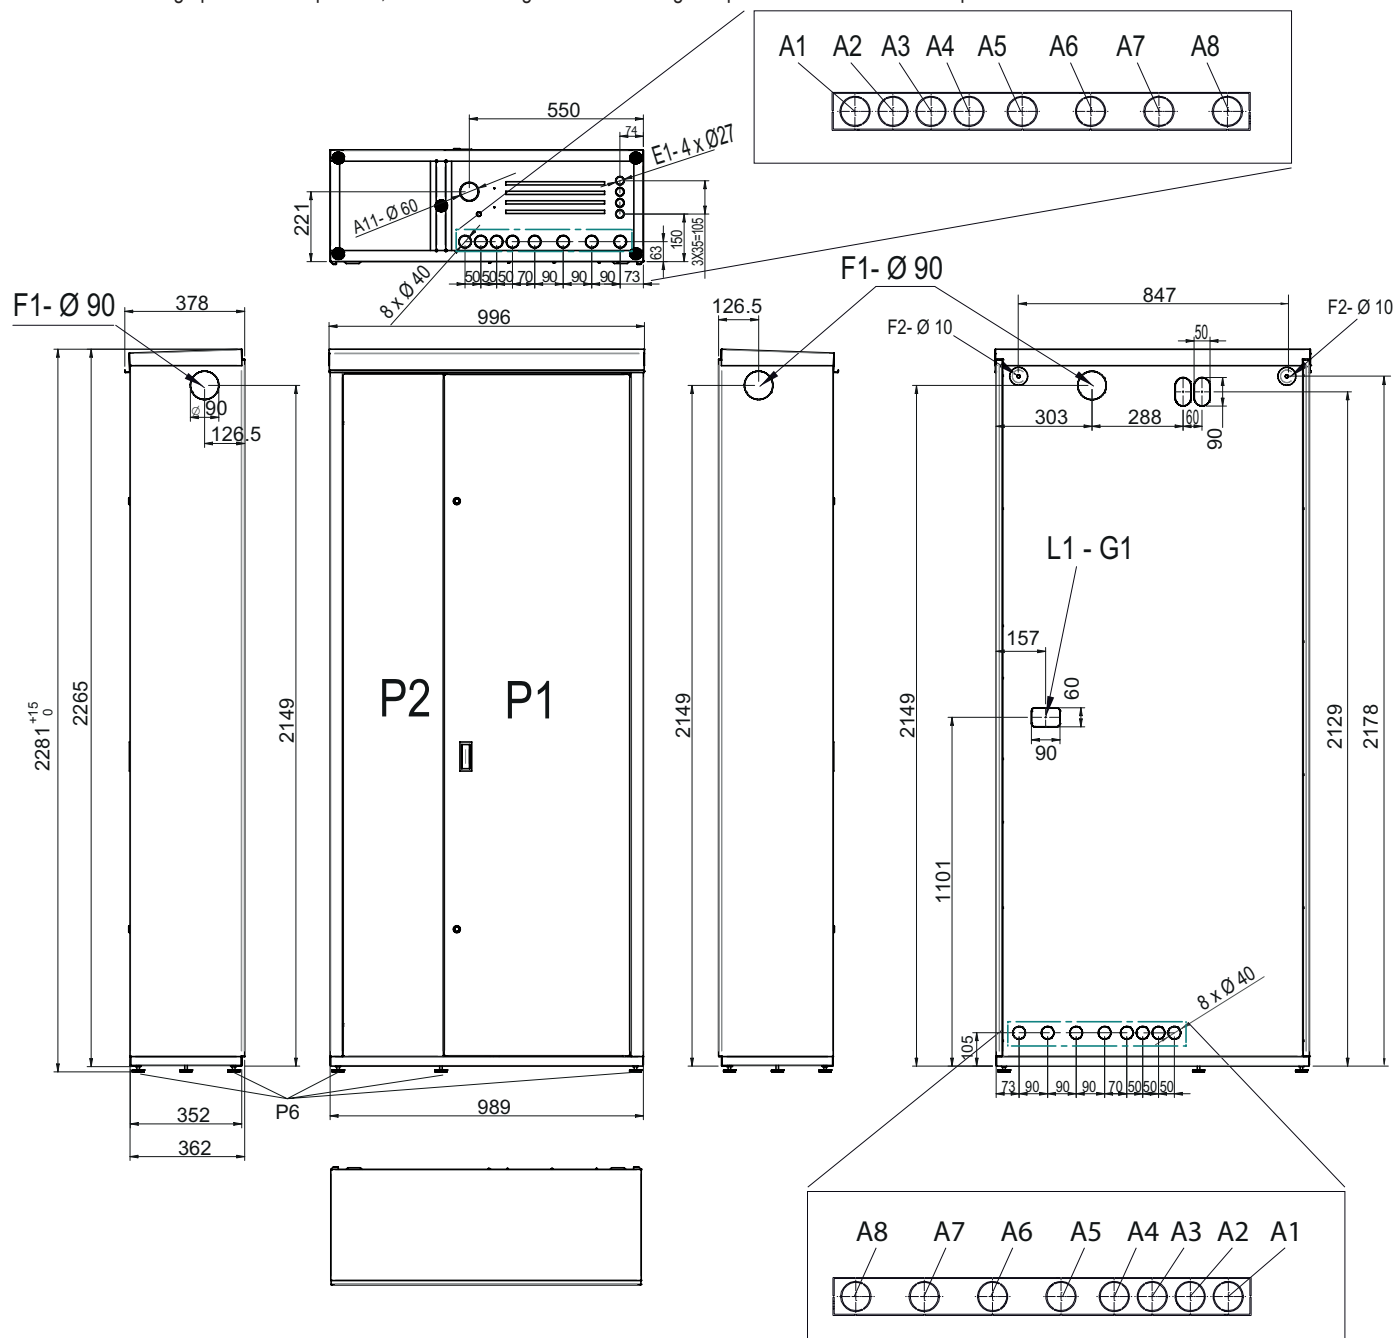
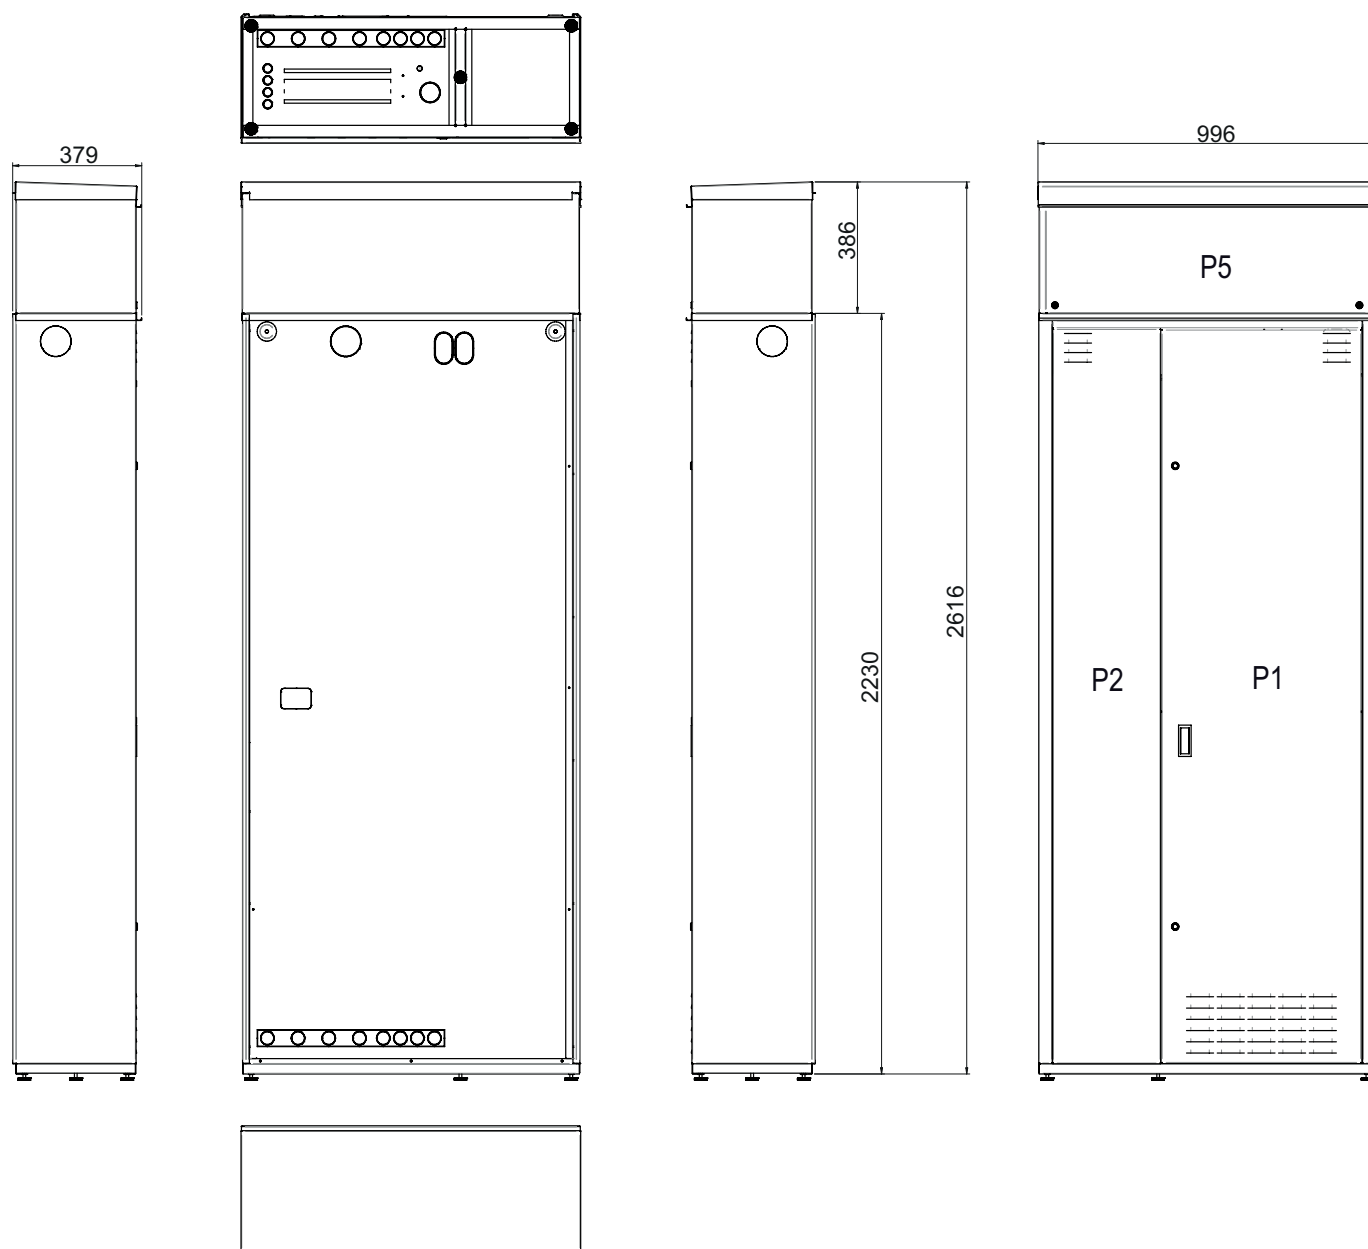
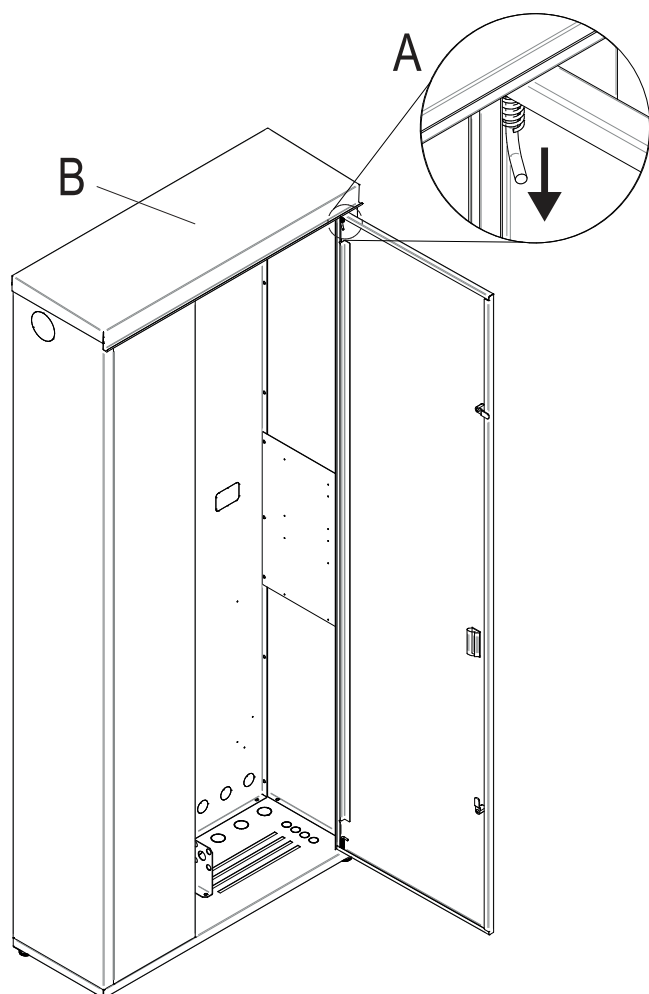
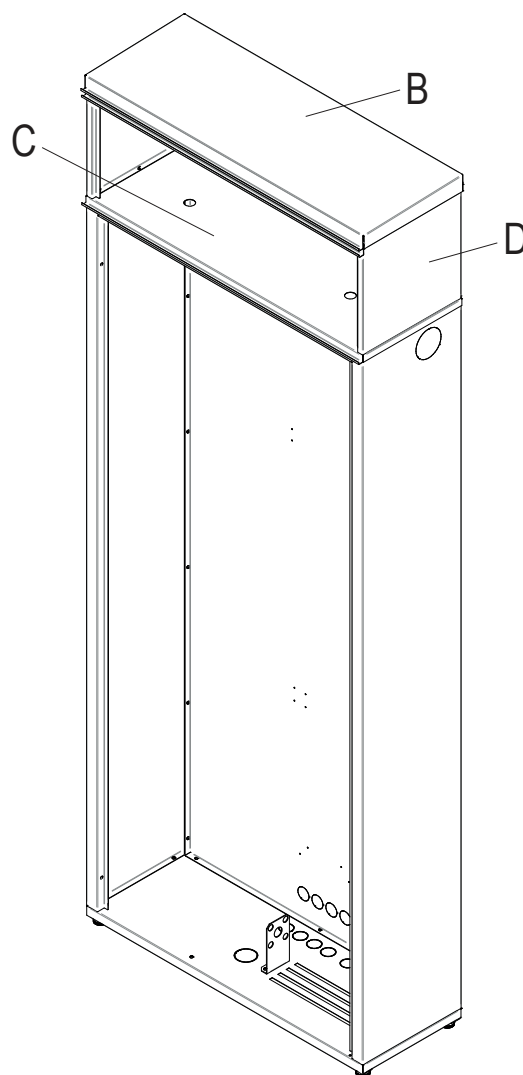

fig. 3 -
fig. 4 -
fig. 8 -
fig. 9 -
**Legenda ("fig. 3 -" e "fig. 4 -")**
Mettere in posizione verticale l'armadio, aprire la porta frontale destra (rif. P1 "fig. 3 -" a pagina 8) agendo sui quarti di giro e smontarla spingendo verso il basso la cerniera superiore (rif. A "fig. 8 -"). Smontare il pannello anteriore sinistro (rif. P2 "fig. 3 -" a pagina 8) fissato con 2 viti.
Per il montaggio del serbatoio inerziale bisogna smontare il pannello superiore dell'armadio (rif. B "fig. 8 -") svitando dall'interno le 9 viti di fissaggio. Tale pannello va sostituito con il pannello piano (rif. C "fig. 9 -") fornito a corredo con il kit "serbatoio inerziale". Montare quindi la lamiera posteriore (rif. D "fig. 9 -"), il serbatoio e le tubazioni (vedi "4.11 Installazione kit serbatoio inerziale" a pagina 22). Il pannello superiore smontato dovrà essere rimontato a copertura del kit utilizzando le viti autofilettanti fornite a corredo.
Dopo il montaggio dei componenti di sistema sarà possibile chiudere l'armadio con il pannello anteriore sinistro (rif. P2 "fig. 3 -" a pagina 8) e la porta frontale destra (rif. P1 "fig. 3 -" a pagina 8). Se il sistema include il serbatoio inerziale, montare anche il pannello superiore (rif. P5 "fig. 4 -" a pagina 9).